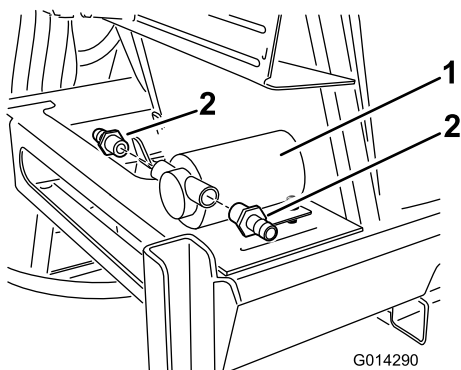

Рисунок 20
3. Найдите в комплекте поставки прямые штуцерные соединители шлангов. Установите по соединителю на входное и выходное отверстия насоса (Рисунок 20).